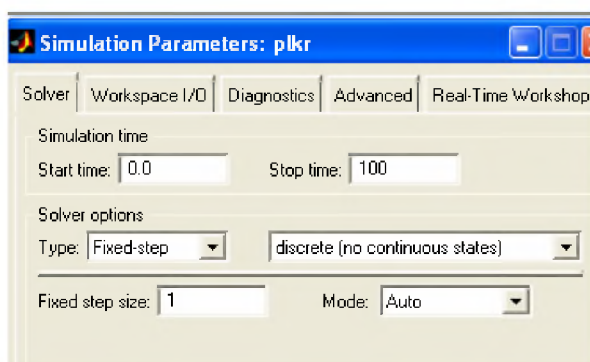
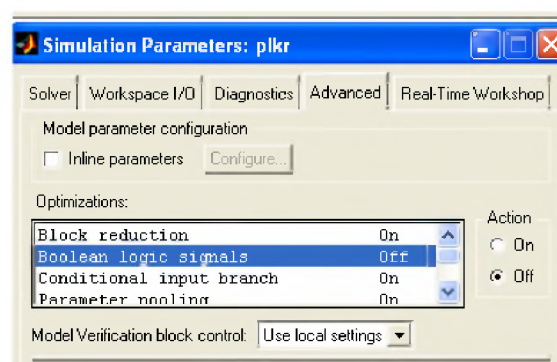

Рис. 2.6. Настройка параметров модели (вкладка Решатели)
Рис. 2.7. Настройка параметров модели (вкладка Дополнительно)
2.1. Настройте собранную модель с помощью пункта меню **Simulation** → **SimulationParameters**. На вкладке **Solver** (Решатели) выберите Фиксированный шаг размером 1 (рис. 2.6), а на вкладке **Advanced** (Дополнительно) укажите, что *Логические сигналы* необходимо **off** (выключить) (рис. 2.7).
2.3. Поменяйте количество точек, которое моделируете, с помощью параметра **Stop time** (см. рис. 2.6).